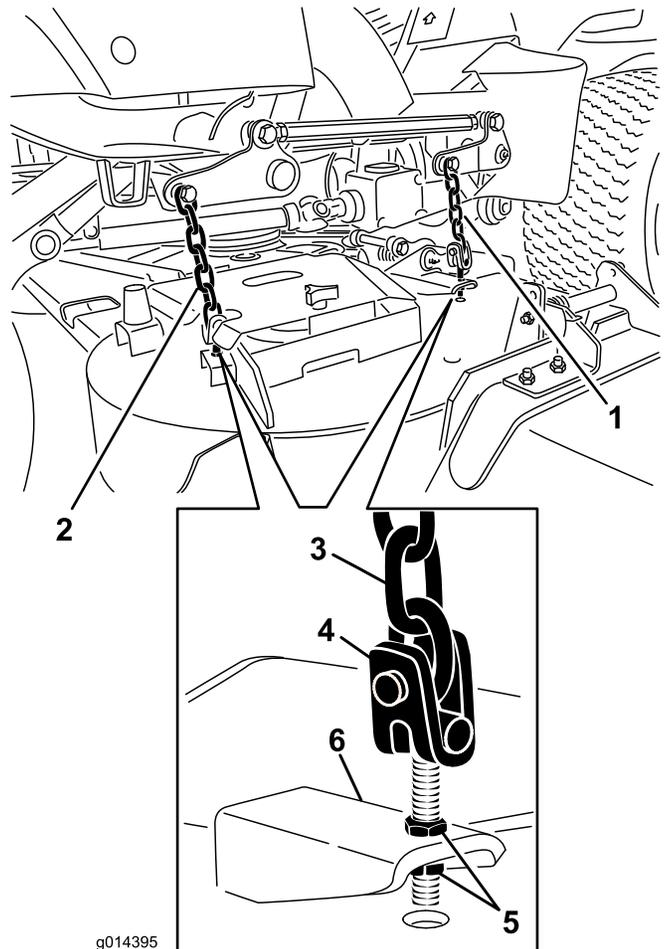

Figura 70
8. Ajuste las contratuercas que fijan las horquillas/cadenas a la carcasa del cortacésped hasta que la carcasa del cortacésped quede nivelada (Figura 70).
7. Ajuste las contratuerca que fijan las horquillas/cadenas de la parte trasera de la carcasa para elevar la parte trasera, hasta que la inclinación de las cuchillas sea de 8 mm (Figura 70).